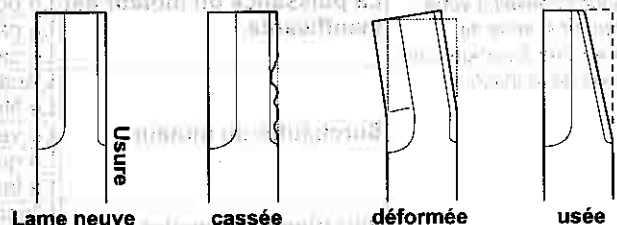
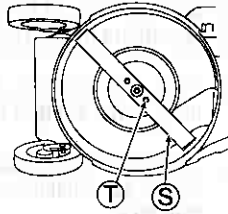

Fig. 34.
Fig. 35.
- 1 Vérifiez qu'il n'y a pas de problème de cassures, de pliures ou d'usure sur la lame (S). (Voir Fig. 34.)
- 2 Si la lame (S) ou ses vis de montage (T) sont "usés", "cassés" ou "déformés", remplacez-les par des pièces neuves correspondant à nos spécifications.
- 3 Vérifiez que les vis de montage de la lame (T) sont bien serrées au couple de serrage spécifié. (Voir Fig. 35.)
- 2 Serrez complètement les vis de montage de la lame (T) à la main.
- 4 Vérifiez que les vis de montage de la lame (T) sont bien serrées au couple de serrage spécifié. (Voir Fig. 35.)